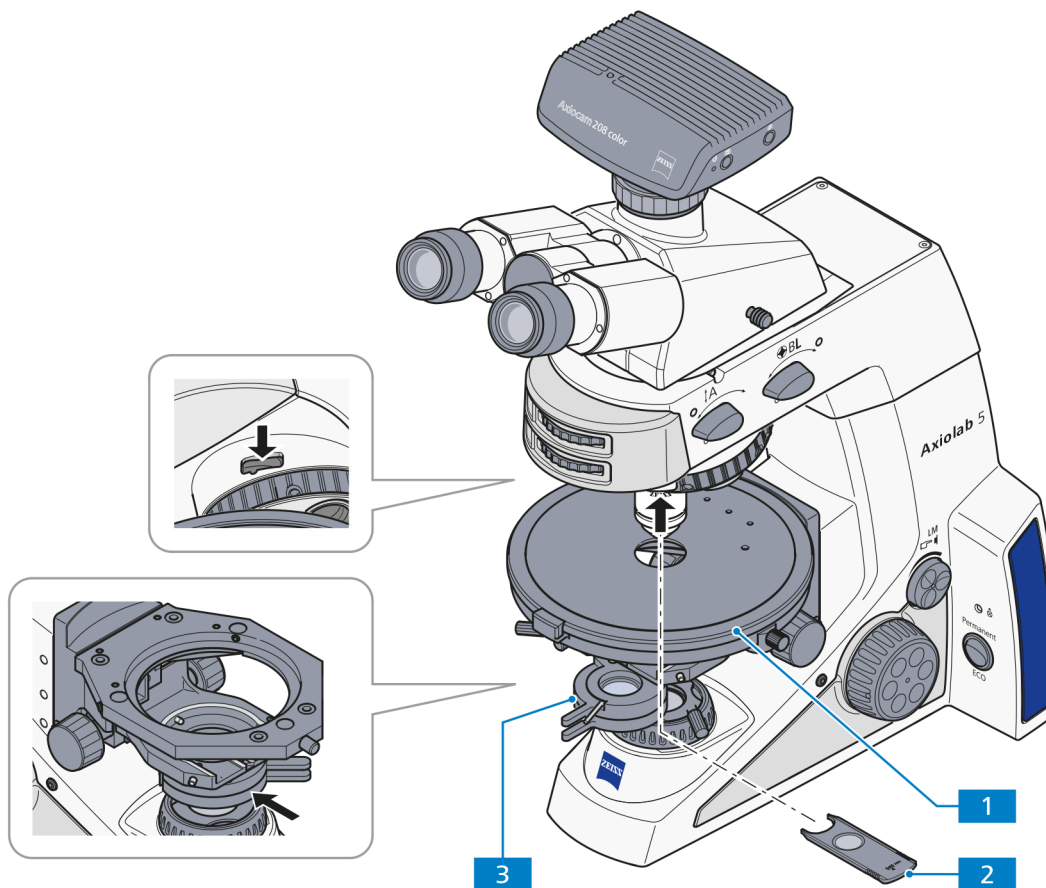

Abb. 4-13 Komponenten zur Durchlicht-Polarisation am Konoskopiestativ
(3) Mikroskop einstellen
- Einstellen des Mikroskops wie im Durchlicht-Hellfeld nach KÖHLER (siehe Abschnitt 4.2.1 (3)).
- Drehtisch Pol (Abb. 4-13/1) (siehe Abschnitt 3.1.7.5) und Objektive (siehe Abschnitt 3.1.7.6) zentrieren.
- Polarisator (Abb. 4-13/3) in Strahlengang einschwenken und auf 0° positionieren, sofern ein drehbarer Polarisator verwendet wird.
- Analysatorschieber (Abb. 4-13/2) in den Strahlengang einschwenken und am Stellrad so einstellen, dass das Sehfeld dunkel ist.
(2) Geräteausrüstung für Axiolab für Konoskopie
- Drehtisch Pol (Abb. 4-13/1)
- Einstellen des Mikroskops wie für die Durchlicht-Hellfeld-Mikroskopie (siehe Abschnitt 4.2.1 (3)), dabei besonders auf den richtig eingestellten Augenabstand am Binokulartubus achten (siehe Abschnitt 4.1.1).